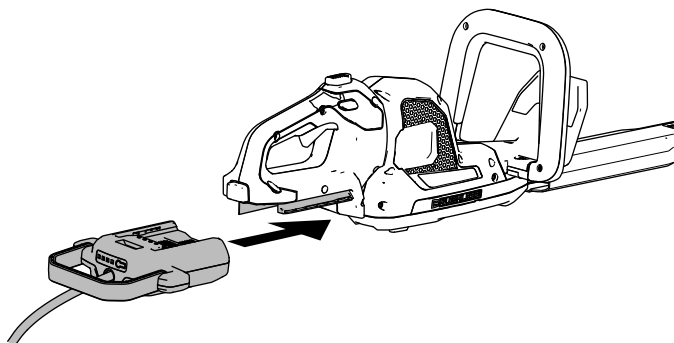

Bild 5
2. Richten Sie den Akkuanschluss aus und stecken Sie ihn in das Gerät, bis er in der Verriegelung einrastet, wie in Bild 5 dargestellt.